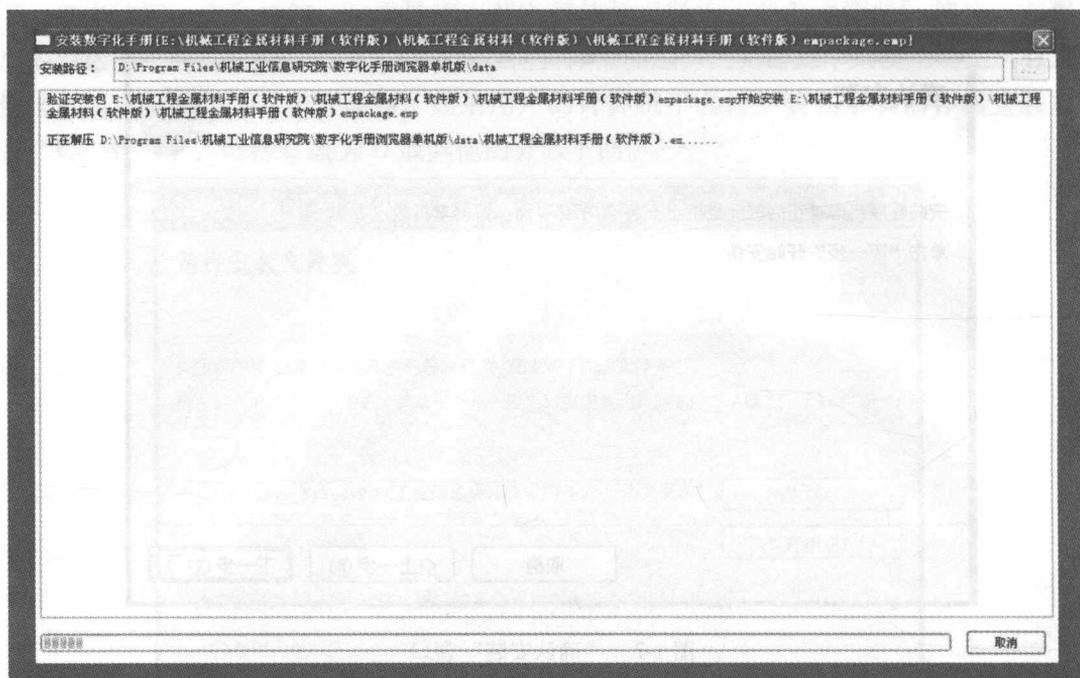

图 1-9 数字化手册载入窗口
8) 安装完成后进入数字化手册载入窗口（见图 1-9），显示数字化手册的安装路径，并验证安装包、将数字化手册解压到指定目录。